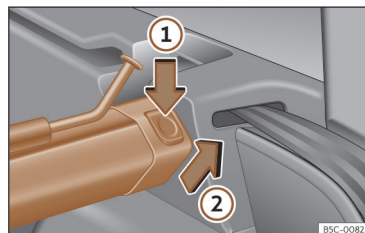

Fig. 190 Na bagageira: desmontar a rede de separação.
- Pressione o botão de desbloqueio esquerdo ou direito >>> **Fig. 190** no sentido da seta ①.
- Retire a carcaça do suporte no sentido da seta >>> **Fig. 190** ②.
- Pressione a carcaça nos suportes esquerdo e direito no sentido contrário ao da seta >>> **Fig. 190** ② até que encaixe. As marcas vermelhas dos botões de desbloqueio não se devem ver.